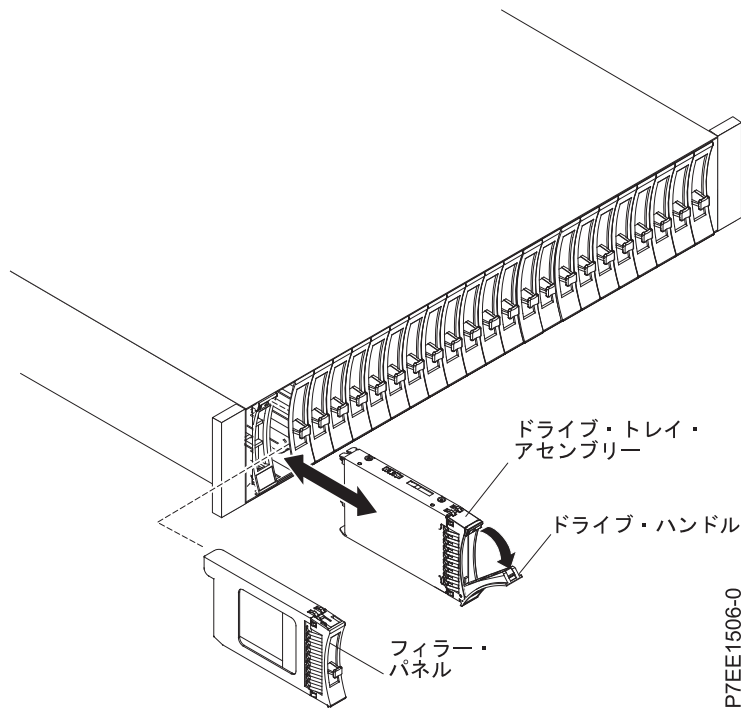

図 36. 5887 ディスク・ドライブ・エンクロージャーからのドライブの取り外し
5. ドライブの前部をつかみ、ドライブの底部を支えながら、スロットから引き出します。図 36